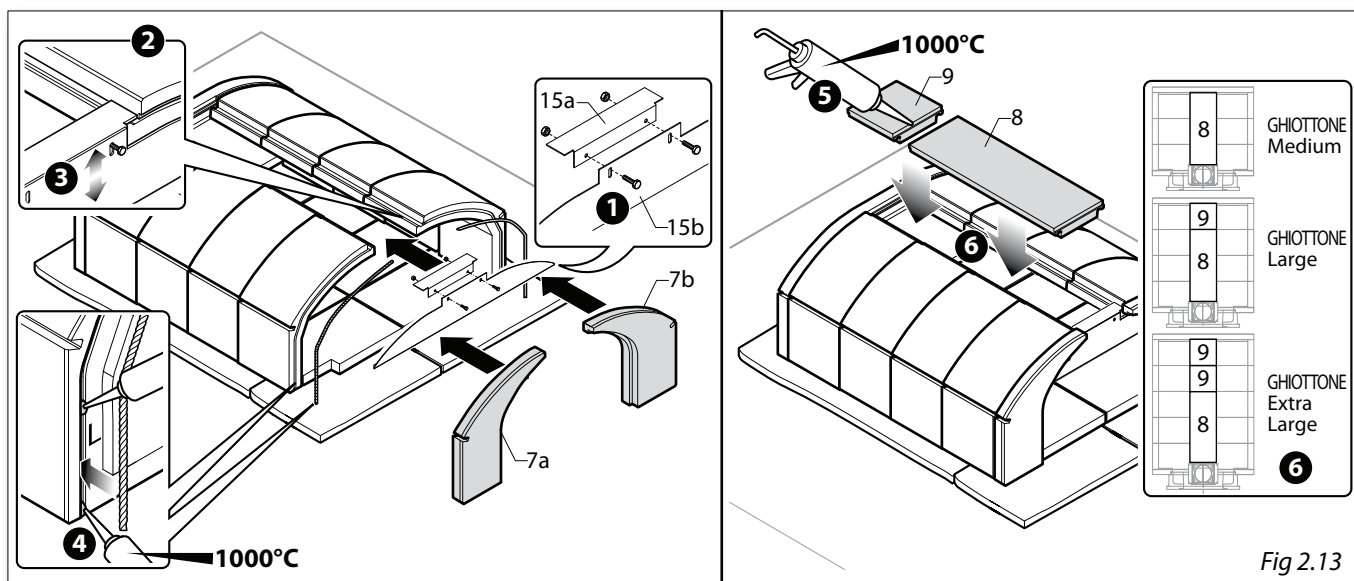

Fig 2.13
C) Unire gli elementi (15a-15b) senza serrare del tutto le viti (fig. 2.13 part.1), posizzionarli come nel dettaglio (fig. 2.13 part.2) e, se necessario, effettuare una regolazione verticale tramite le asole (fig. 2.13 part.3) poi serrare del tutto le viti.
Sistemare i due elementi frontali (7a-7b) interponendo tra essi e gli elementi laterali la cordina in fibra ceramica tenuta in posizione con dei punti di silicone resistente alle alte temperature - oltre 1000° (fig. 2.13 part.4). Siliconare tra i coperchi (8-9) (fig. 2.13 part.5) e posizzionarli come indicato in figura (fig. 2.13 part.6).